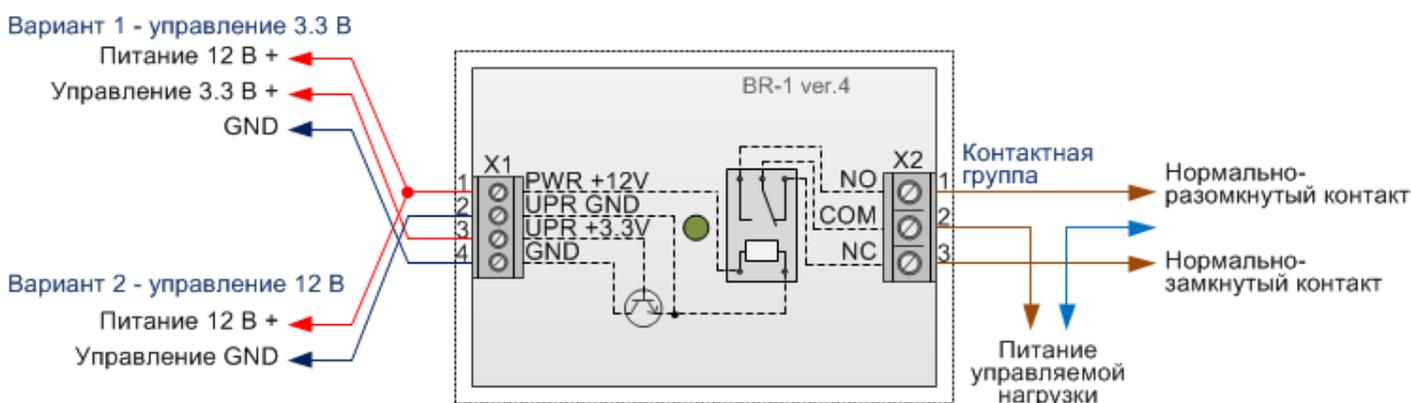

Рис. 1. Схема размещения функциональных элементов
Таблица 1. Назначение функциональных элементов (см. рис.1)
2. Подключить совместимый выход управления внешнего контроллера к клемме X1 изделия. Схема подключения будет зависеть от управляющего напряжения этого выхода (см. рис.1).